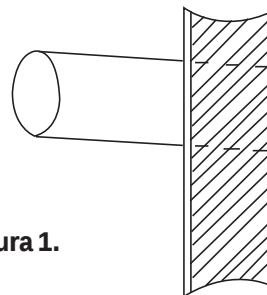

Figura 1.
- (1) Corte un orificio en la pared e inserte la tubería de conexión y los cables de conexión a través de una tubería de PVC adquirida localmente. El orificio debe estar inclinado ligeramente hacia abajo con una inclinación de al menos 1/100 (véase la Figura 1).